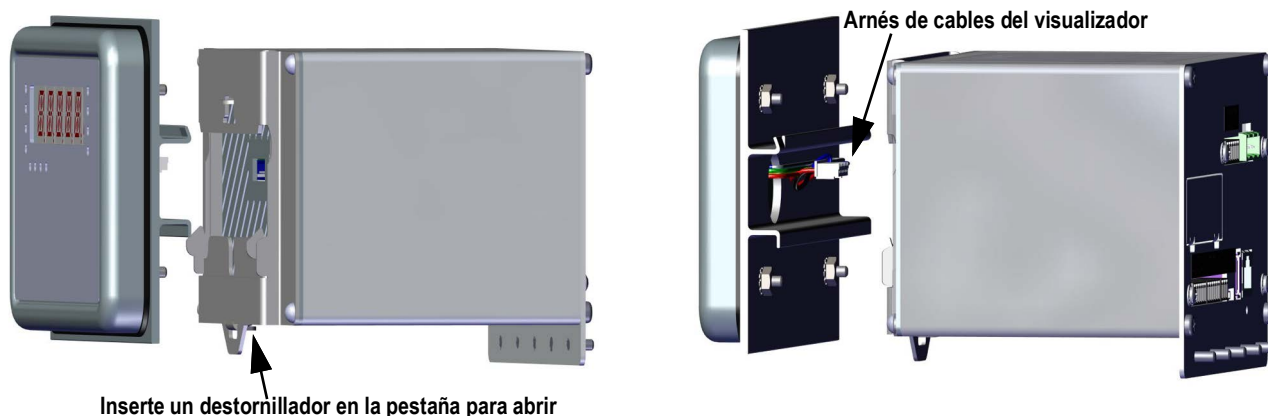

Figura 2-4. Instalación del conjunto del controlador
6. Enganche el conjunto del controlador al conjunto de riel DIN superior como se muestra en la Figura 2-4.